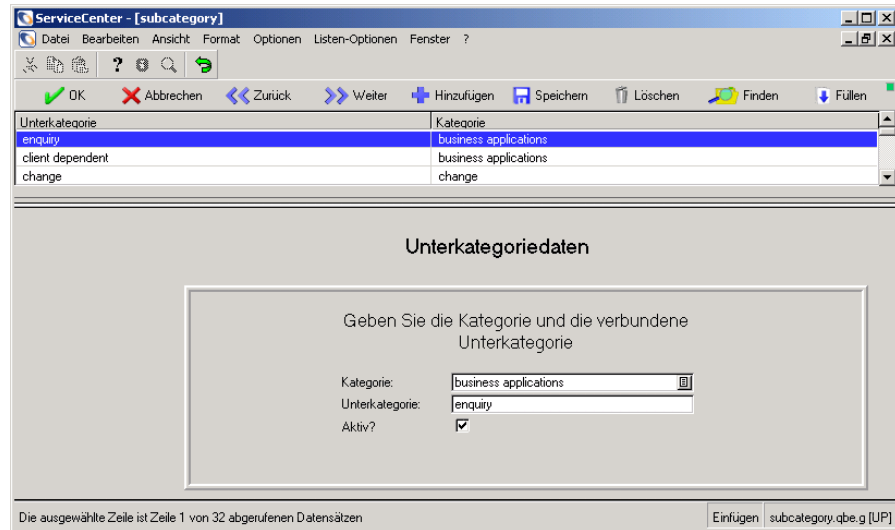

Abbildung 4-39: Unterkategoriedaten
- 4 Abbildung 4-39 zeigt das Formular **Unterkategorie**. Klicken Sie auf **Suchen**, um eine Liste der Unterkategorien und Kategorien anzuzeigen, die zur Auswahl zur Verfügung stehen.